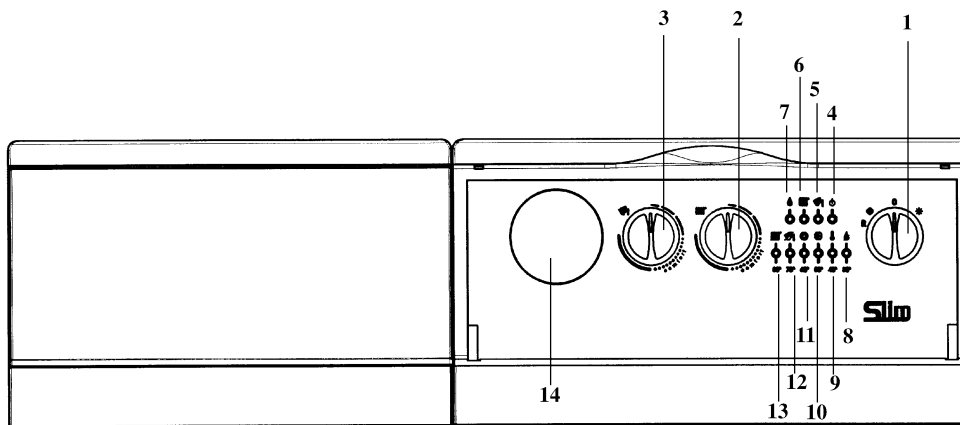

Рис. 1: Панель управления котла
- установить переключатель режимов «лето - зима» (рис. 1, позиция 1) в нужный режим;
- установить регулятор температуры воды в системе отопления (рис.1, позиция 2) на нужное значение;
- установить регулятор температуры воды в бойлере (рис.1, позиция 3) на нужное значение;
Режим работы в системе ГВС может быть исключен путем установки регулятора температуры воды в бойлере (рис.1, позиция 3) на минимальное значение, необходимое для защиты бойлера от замерзания.
Важная информация: при переключателе режимов «лето - зима» (рис. 1, позиция 1), установленном в положении «зима» ❄️, перед каждым очередным включением котла по сигналу регулятора системы отопления установлена задержка на несколько минут (для того чтобы избежать частых включений/выключений). Для того чтобы горелка включилась сразу, переведите переключатель в положение (0), а затем снова установите режим «зима».
- установить переключатель режимов лето-зима (рис.1, позиция 1), в положение "лето";
- установить регулятор температуры воды в бойлере (рис.1, позиция 3) на нужное значение.
Внимание! При первом включении внутри трубы подачи газа могут образоваться воздушные пробки. В таких случаях горелка не будет включаться и произойдет блокировка котла по газу (загорается красная лампочка блокировки котла - рис. 1, позиция 8). При возникновении данной проблемы повторите процесс включения котла до поступления газа в горелку, кратковременно установив перед включением переключатель режимов (рис. 1, позиция 1) в положение R (сброс).
Данное устройство может быть снабжено комнатным термостатом для контроля температуры отапливаемого помещения. В этом случае регулятор температуры воды в системе отопления (рис.1, поз. 2) устанавливается в максимальное положение, а сигналы на включение и выключение котла поступают от комнатного термостата.
При отсутствии комнатного термостата температура помещения регулируется косвенным образом при помощи регулятора температуры воды в системе отопления (рис.1, поз. 2); при таких условиях насос системы отопления работает постоянно. Для увеличения температуры повернуть регулятор по часовой стрелке, для уменьшения - против часовой стрелки.
- Установить переключатель режимов (рис. 1, поз. 1) в положение «лето» ☀. В этом случае котел будет работать только на контур ГВС.
- Установить переключатель режимов (рис. 1, поз. 1) в положение (0), проследив, чтобы лампочка-индикатор (рис. 1, позиция 2) погасла; таким образом прекращается подача электричества на котел.
Регулятор температуры воды в бойлере (рис. 1, поз. 3) может использоваться только при наличии накопительного бойлера. В этом случае возможно отрегулировать температуру воды контура ГВС, установив регулятор на нужное значение.
Приоритет ГВС можно отключить установив регулятор (рис. 1, поз. 3) на минимальное значение в соответствии с функцией защиты от замерзания воды в бойлере.
- переключатель режимов (рис.1, позиция 1) не установлен в положение (0);
Если Вы не хотите нагревать воду в бойлере, переведите регулятор температуры горячей воды (рис.1, позиция 3) на минимальное значение (0); электронная система управления проследит за тем, чтобы температура не опускалась ниже 5°C.